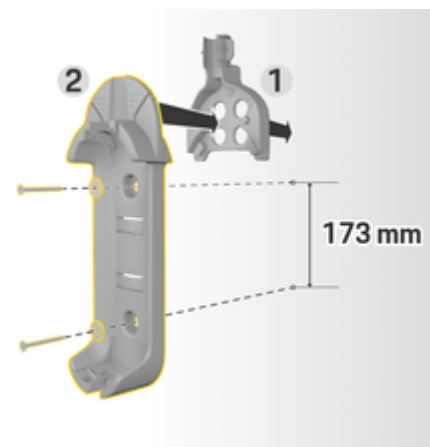

Fig. 6: Cotes de perçage
3. Pressez l'installation murale de base **2** (Fig. 6) dans le guide-câble **1** (Fig. 6) depuis l'avant.